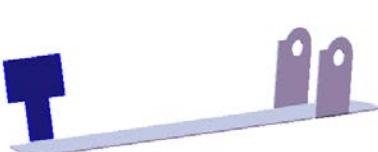
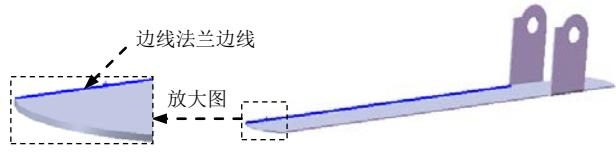

图 15.4.23 边线一法兰 2
图 15.4.24 边线法兰的边线
Step7. 创建图 15.4.23 所示的钣金特征——边线一法兰 2。
(1) 选择命令。选择下拉菜单 **插入(I)** → **钣金(O)** → **边线法兰(E)...** 命令（或单击“钣金”工具栏中的 按钮）。
(2) 定义特征的边线。选取图 15.4.24 所示的模型边线为生成的边线法兰的边线。